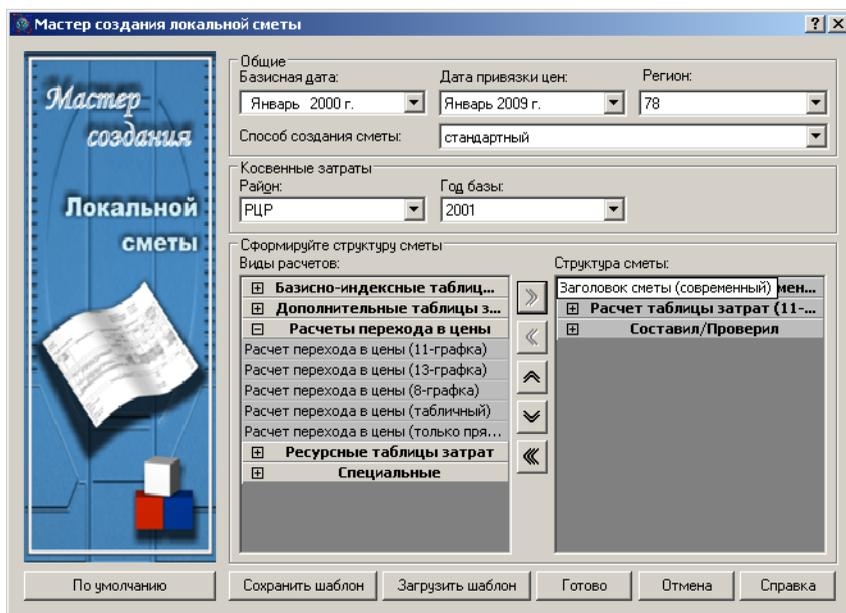

Рис. 4.6 Окно «Мастер создания локальной сметы».
3. Откроется диалоговое окно «*Мастер создания локальной сметы*» (Рис. 4.6).